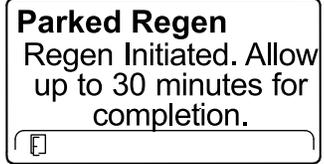

図 84
6. インフォセンターの画面には、終了までの時間を表すメッセージが表示される 図 84。